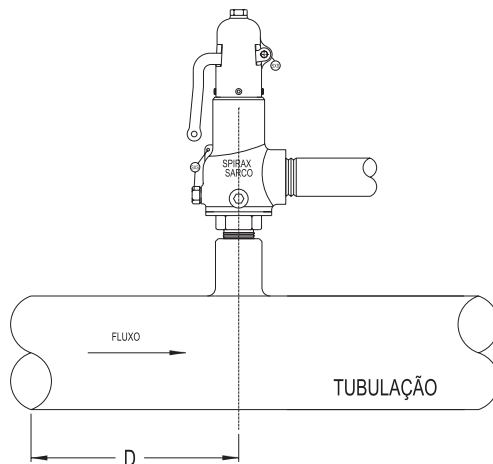

Figura 04
- Para redução dos efeitos de turbulência excessiva na entrada das Válvulas de Segurança as seguintes recomendações devem ser observadas (Figura 04):
- As Válvulas de Segurança devem ser instaladas a uma distância (D) de pelo menos oito a dez diâmetros da tubulação a jusante de qualquer curva, cotovelos, têes, placas de orifício ou outras válvulas. Essa distância deve ser aumentada quando a válvula for instalada na seção horizontal da linha precedida por uma seção ascendente.